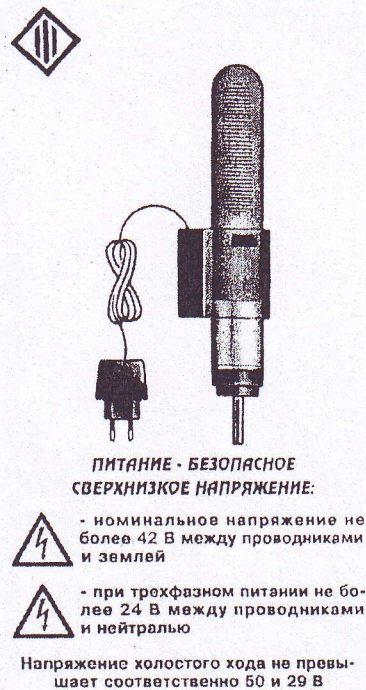

Рис.3.
**Машина класса III** – машина, в которой защиту от поражения электрическим током обеспечивают путем ее питания безопасным сверхнизким напряжением и в которой не возникают напряжения больше, чем безопасное сверхнизкое напряжение (рис. 3).